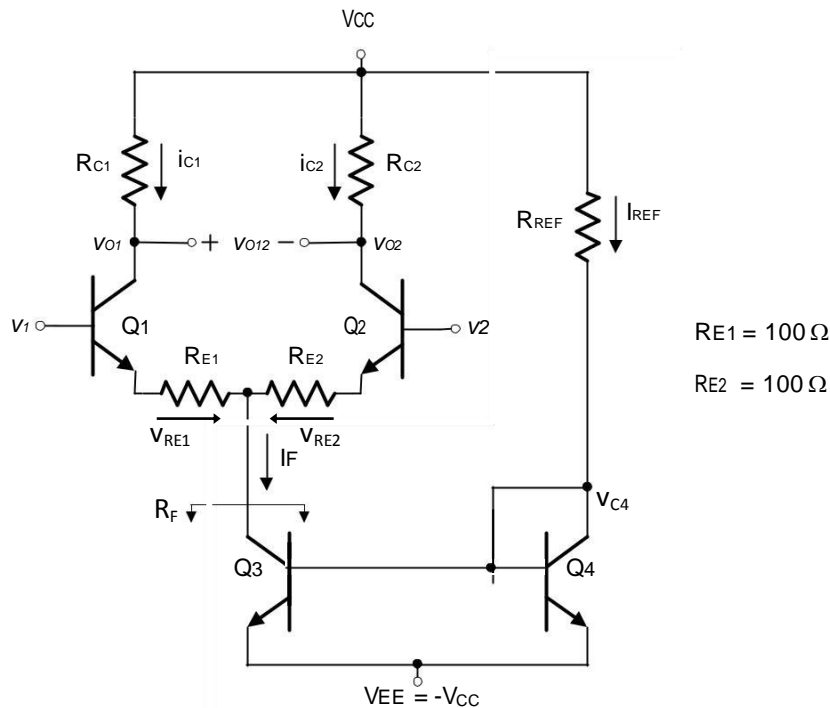

Figura 1: Par diferencial
Considere o circuito amplificador da Figura 1, sendo os valores dos parâmetros dos transistores para efeitos de cálculos teóricos, apresentados na Tabela 1.
3.2 Determine o valor da resistência dinâmica da fonte,  $R_F$  (assinalada na Figura 1).
Consulte a folha de catálogo do circuito integrado CA3046 para montar o circuito da Figura 1. Utilize a correspondência recomendada entre a numeração dos transístores ( $Q_1$  a  $Q_4$ ) na Figura 1 e a numeração dos transístores na Figura 3. Tenha especial cuidado na ligação do pino 13 (substrato) do circuito integrado à tensão mais negativa ( $V_{EE}$ ).